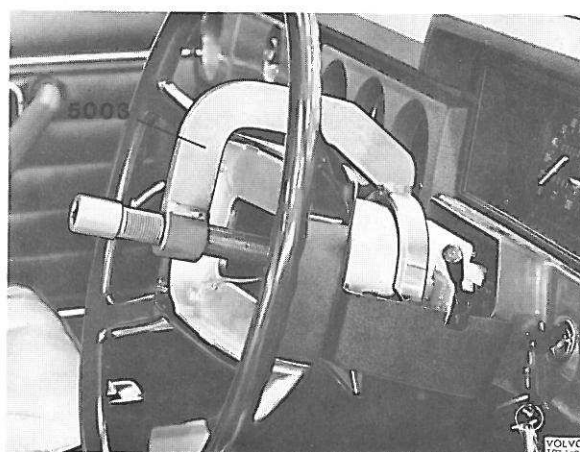

Figure 70. Démontage du volant, à partir des modèles 1973
4. Avec les roues avant alignées, adapter l'extracteur 5003 et démonter le volant (figure 70).